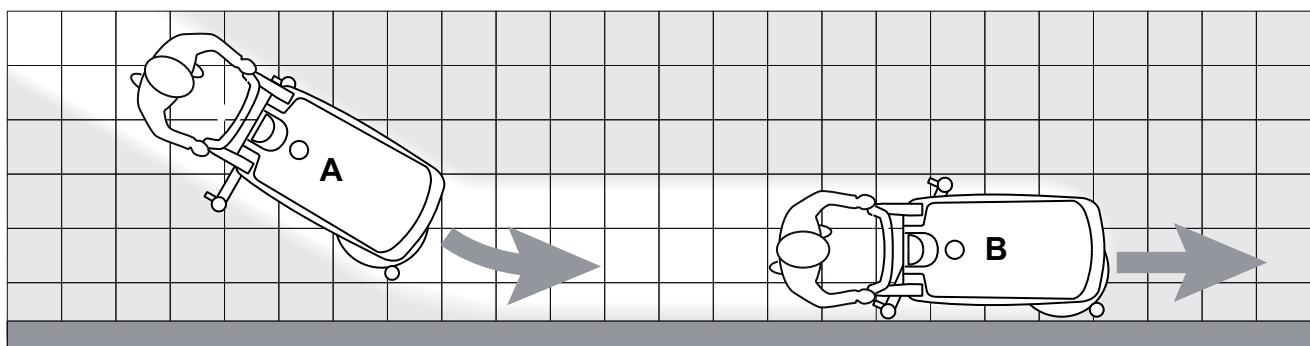

Abbildung 1
**Damit auch die Bodenränder an den Wänden einwandfrei gereinigt/getrocknet werden, empfiehlt Nilfisk Alto, wie auf Abbildung 1 mit der rechten Geräteseite an die Ränder heranzufahren.**